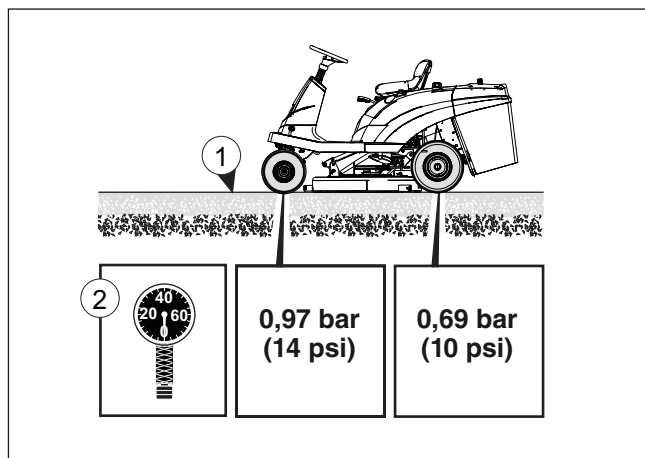
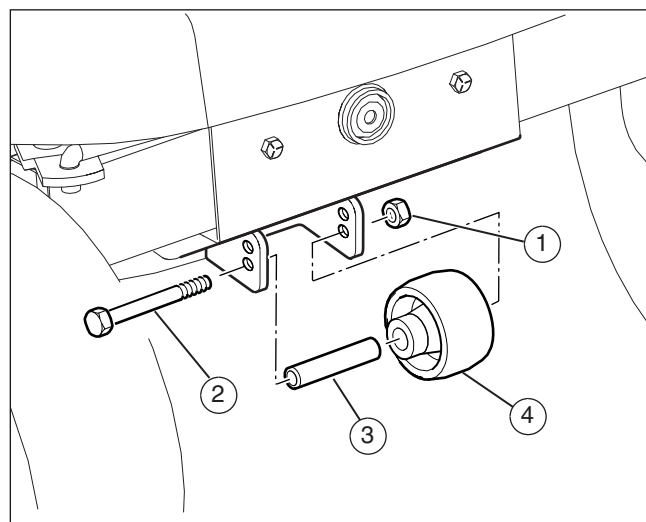
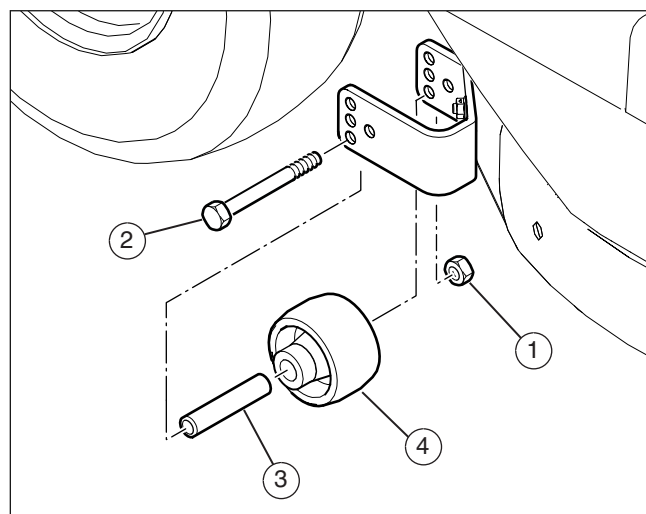

Abbildung 24
Abbildung 25
Abbildung 26
1. Darauf achten, dass die Maschine auf einer festen und ebenen Fläche (1) abgestellt ist (siehe **Abbildung 24**).
2. Den Luftdruck der Reifen (2) prüfen. Falls der Luftdruck inkorrekt ist, wird das Mähwerk nicht waagrecht schneiden. Sicherstellen, dass die Reifen auf folgenden Druck aufgepumpt sind: Vorderradreifen 0,97 bar (14 psi), Hinterradreifen 0,69 bar (10 psi).
3. Das Stützrad von der Vorderseite des Mähwerks (**Abbildung 25**) und die zwei Stützräder an der Rückseite des Mähwerks (**Abbildung 26**) entfernen.
12. Die Stützräder wieder an den Mähwerkhalterungen anbringen (siehe **Abbildung 25 und 26**).
1. Die Mutter (1), Schraube (2), Hülse (3) und das Stützrad (4) von der Halterung entfernen (siehe **Abbildung 25 und 26**).